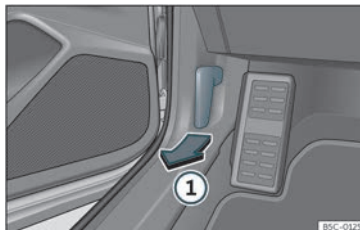

Abb. 201 Eintragungshebel im Fahrerfußraum.
- Öffnen Sie die Tür und ziehen Sie an dem Hebel unterhalb der Instrumententafel» Abb. 201 ①.